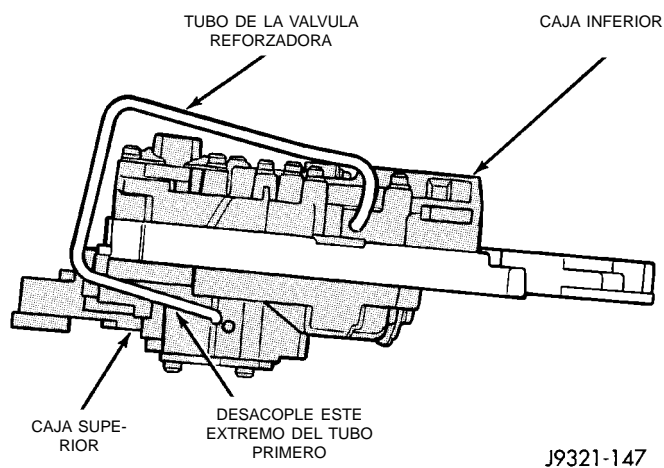

Fig. 66 Tubo de la válvula reforzadora
(28) Retire el tubo de conexión de la válvula reforzadora (Fig. 66). Desacople primero el tubo del orificio de la caja superior. Luego sacuda el extremo opuesto del tubo hacia adelante y hacia atrás para extraerlo de la caja inferior.